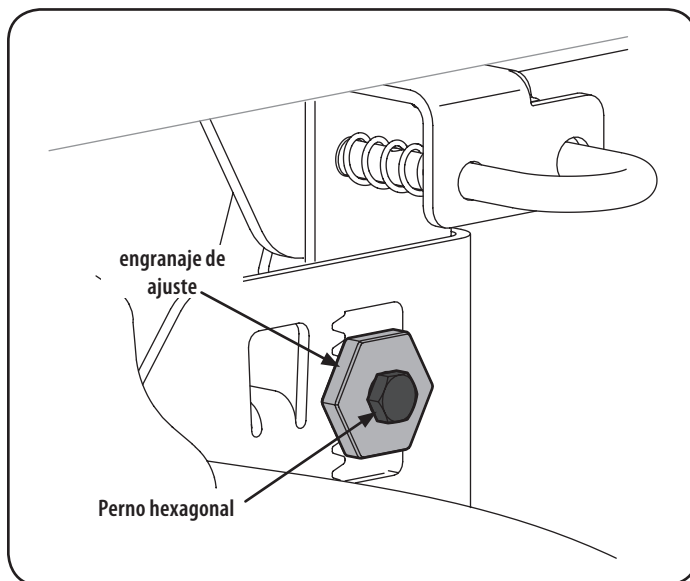

Figura 26
6. Afloje, pero NO extraiga, el perno hexagonal en el enlace de suspensión izquierda de la plataforma trasera. Ver Figura 26.
7. Usando una llave, levante o baje el lado izquierdo de la plataforma girando el engranaje de ajuste. Ver Figura 26.